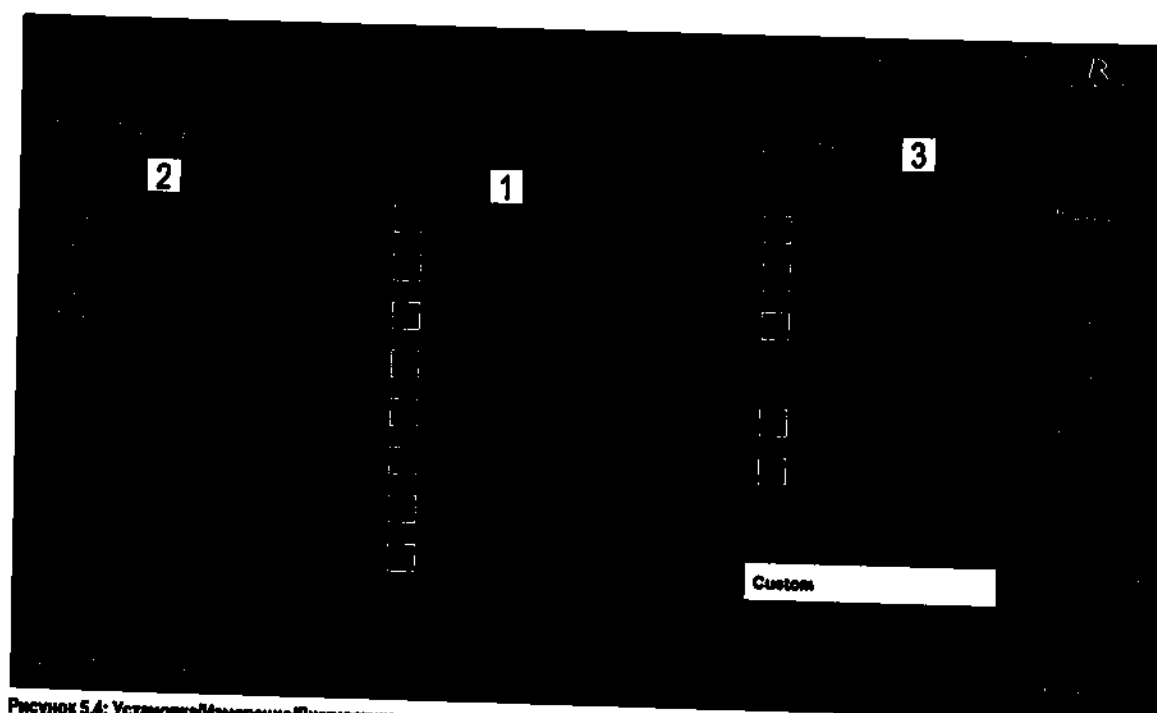

Рисунок 5.4: Установка/Измерение/Диагностика
Подкладка "Диагностика" позволяет выбрать виды исследований (1), которые затем будут отображаться в списке в меню измерений (см. рис. 5.4). Установите галку напротив всех измерений, которые должны быть доступны. Выберите, какой режим сканирования DNEye вы хотите использовать по умолчанию (2). С правой стороны экрана можно настроить тип исследования с индивидуальными настройками (3), выбрав необходимые виды измерений и присвоив этому режиму отдельное имя.